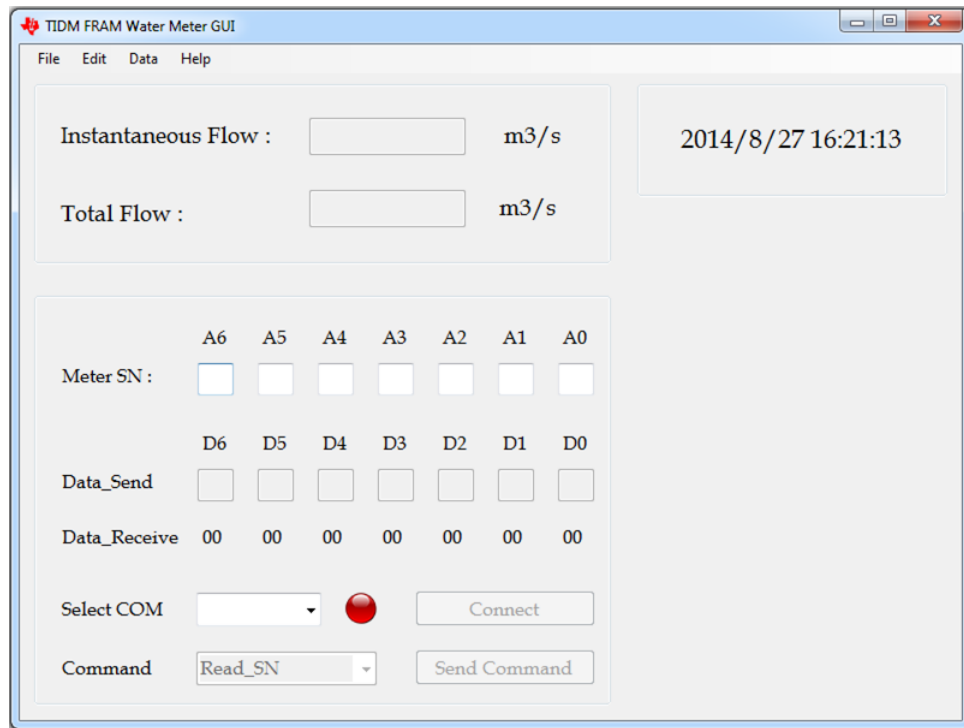

图 17. 启动画面
2. 在 tidc664.zip 的 Software\GUI 文件夹中启动 TI FRAM Water Meter GUI。GUI 运行时，会显示图 17 所示的画面。